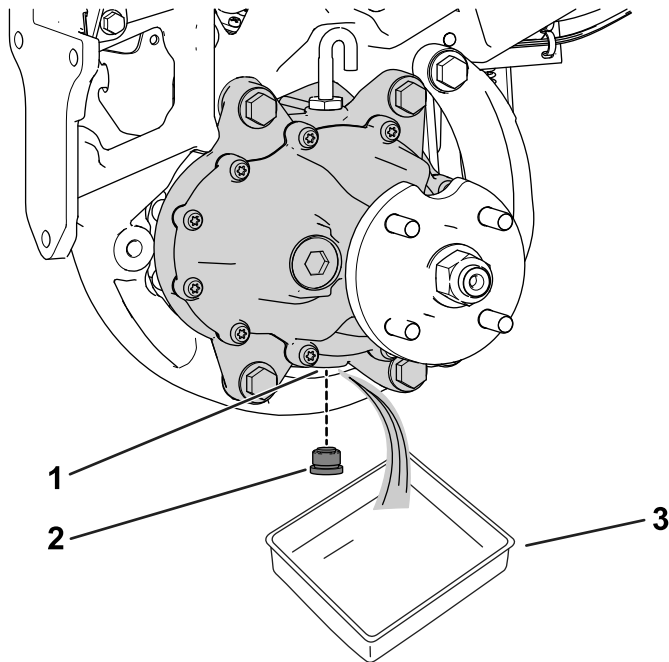

图 58
3. 在车轮马达总成下面放置一个放油盘图 58。
4. 从排油口取下排油塞图 58。
6. 将排油塞装回排油口图 58。